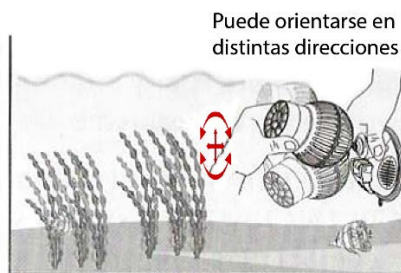

Figura 4
8. Ahora oriente la bomba a su posición deseada accionando la rótula que la fija al cuerpo de la ventosa. (Observe la figura 4)